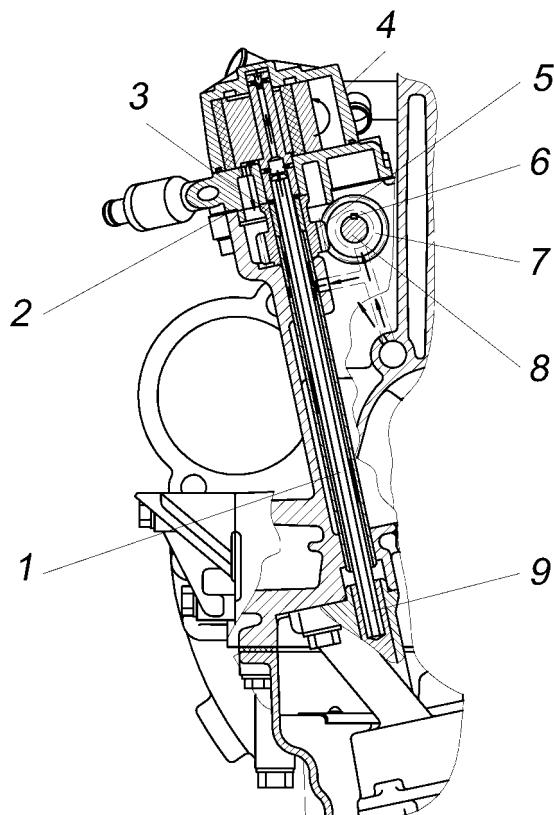

Рисунок 20 – Привод масляного и вакуумного насосов:
**Привод масляного и вакуумного насосов** (Рисунок 20) осуществляется парой винтовых шестерен 5 и 6 от промежуточного вала 8 привода распределительных валов.